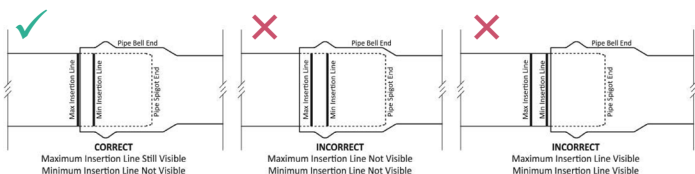

Figure 4 Profondeur d'assemblage correcte.
Insérez le bout uni dans l'emboîture jusqu'à ce que la première ligne d'insertion ne soit plus visible et que la seconde ligne d'insertion soit visible devant la face de l'emboîture. Reportez-vous à la figure 4 ci-dessous pour connaître la profondeur d'assemblage correcte.
1. Assemblez le joint tuyau-raccord de manière à ce qu'il y ait un jeu de 13 mm (1/2 po) entre la ligne d'insertion maximale illustrée à la figure 4 (page 14) et le bord de l'emboîture. Ce jeu permettra plus de mouvement à l'extrémité du tuyau.